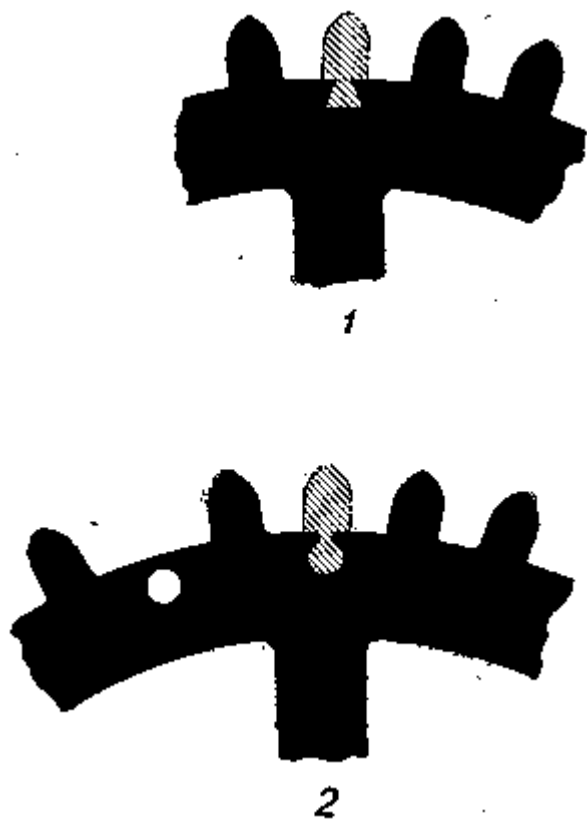

Рис. 180. Способы вставки новых зубьев в колеса:
1. В основании колеса выпиливают гнездо в виде ласточкина хвоста 1 (рис. 180) и вставляют заготовку зуба, выпиленного по той же форме и размеру.
2. Сбоку колеса просверливают отверстие, а сверху пропиливают прорез 2 (см. рис. 180) и вставляют в него заготовку зуба.